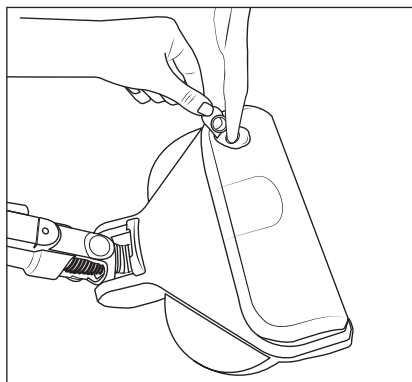

Fig. 16
- 1) Agarre la pestaña de cierre ❸③ del depósito de agua limpia ❸② con los dedos y tire de esta hacia arriba para extraerla del orificio de llenado del depósito de agua limpia ❸② (consulte la fig. 16).
- 2) Llene el depósito de agua limpia ❸② con agua corriente o agua destilada (consulte la fig. 16).
- 3) Vuelva a cerrar el orificio de llenado del depósito de agua limpia ❸② presionando la pestaña de cierre ❸③ en el orificio de llenado hasta que quede bien fija.